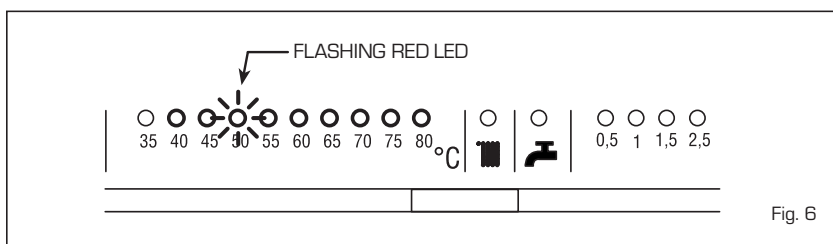

Fig. 6
**- Other anomalies (fig. 6)**